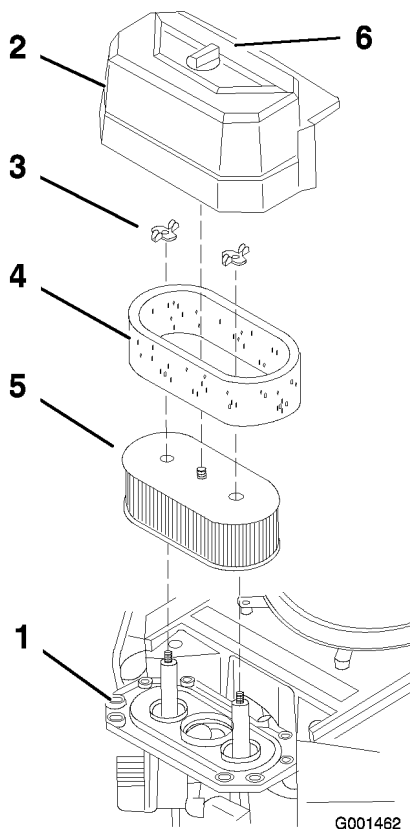

Figure 28
3. Nettoyez la surface autour du filtre à air pour éviter que des impuretés n'endommagent le moteur en tombant à l'intérieur (Figure 28).
4. Dévissez le bouton du couvercle et déposez le couvercle du filtre à air (Figure 28).
5. Dévissez les 2 écrous à oreilles et déposez l'ensemble filtre à air (Figure 28).
6. Sortez délicatement l'élément en mousse de l'élément en papier (Figure 28).
1. Ne nettoyez pas l'élément en papier. Remplacez-le toutes les 200 heures de fonctionnement (Figure 28).
1. Glissez délicatement l'élément en mousse sur l'élément en papier (Figure 28).
2. Posez l'ensemble filtre à air sur sa base et fixez-le en place avec les 2 écrous à oreilles (Figure 28).
3. Mettez le couvercle du filtre en place et serrez le bouton (Figure 28).